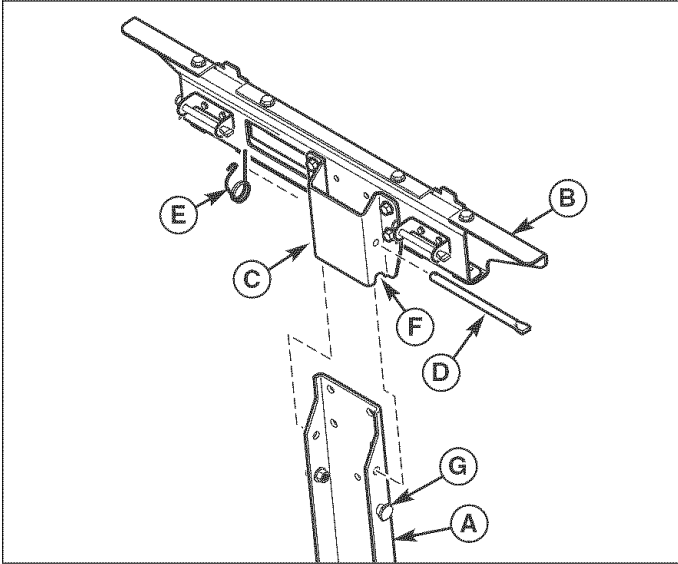

Figure 20. Installation du support de sac et de couvercle
1. Attacher le support de sac et de couvercle (B, Figure 20) au support vertical (A) en glissant la fixation du support (C) sur le support vertical (A) jusqu'à ce que le support à épaulement (F) soit en plein contact avec les boulons à épaulement (G).
2. Insérer la goupille de fixation (D) dans la fixation du support (C) et le support vertical (A) comme il l'est indiqué.
3. Fixer la goupille de fixation (D) à l'aide du ressort de bague de retenue (E).